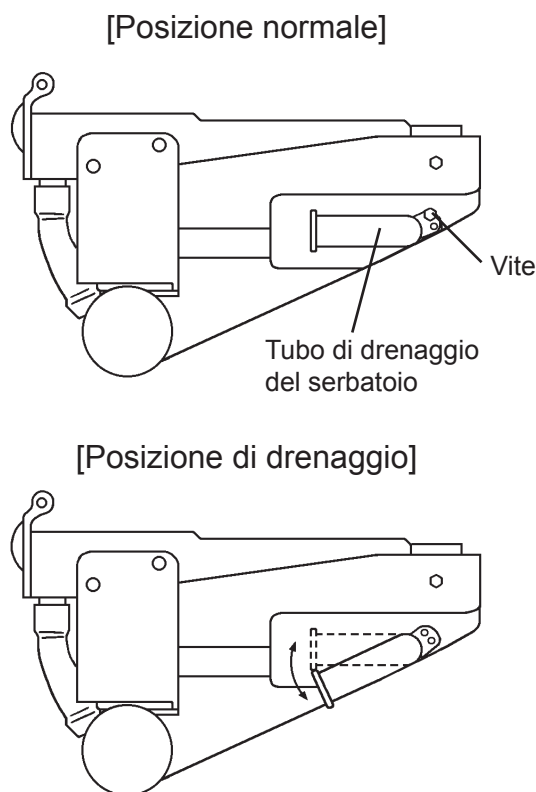

Fig. 2
- 4) Posizionare il tubo di drenaggio del serbatoio nella posizione di drenaggio. Vedere Fig. 2.